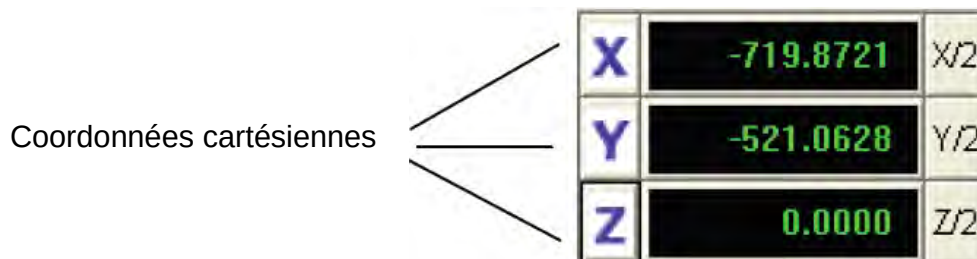

Figure 3-2
(1) Les coordonnées cartésiennes se présentent comme dans la Figure 3-2.